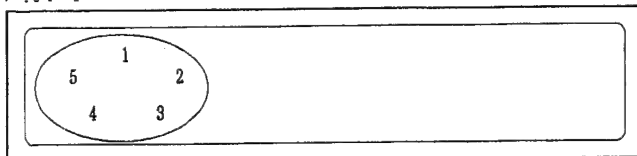

FIG. 2
D. AUSBAU DES CD-HALTERS (507)
1. Rückwärtige Snaps lösen (Fig. 2).
1. Vier TORX Schrauben lösen (2 unter den Gummifüßen, eine neben dem rechten Fuß und eine vom Metallbügel, siehe Fig. 2).
4. Abziehen der Gehäusefront (Fig. 2).
H. AUSBAU DES METALLBÜGELS (505)
I. ZERLEGEN DES NETZSCHALTERTEILS (411)
2. Netzschalterteil abheben (Fig. 2).
- *) Check display as shown in Fig. 2.
Controllare che il display visualizzi l'immagine di cui alla Fig. 2.